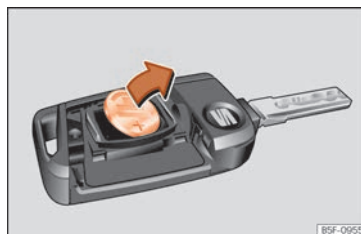

Fig. 75 Chave do veículo: extração da pilha.
- Extraia a pilha do compartimento com um objeto fino adequado »»» **Fig. 75.**
- Coloque a pilha nova conforme se mostra »»» **Fig. 75** pressionando-a para o compartimento da pilha, no sentido contrário ao da seta »»» ❷.